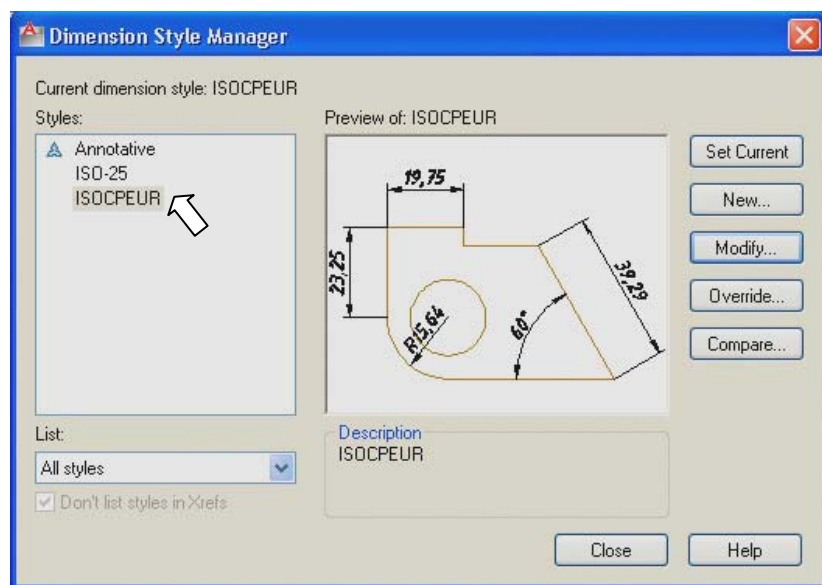

Рис. 3.15. Список размерных стилей, имеющих в файле урока №2
- Щелкните мышью на кнопке **OK** и войдите в диалоговое окно **Dimension Style manager** (Диспетчер размерных стилей). Теперь в списке **Styles** (Стили) появится имя нового стиля **Isocpeur** (рис. 3.15).